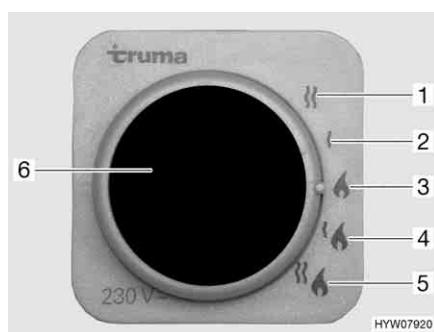

Fig. 78 Selettore di energia per riscaldamento/boiler
Il boiler è integrato nel riscaldamento e funziona a gas (funzionamento a gas) o a gas o a corrente (funzionamento a gas e funzionamento elettrico a 230 V). Il boiler si accende dalla centralina di controllo (Fig. 75) con l'interruttore girevole (Fig. 75,2). Sul selettore di energia (Fig. 78) viene preselezionato il tipo di energia (funzionamento a gas e elettrico a 230 V).
- Funzionamento a gas (Fig. 78,3)
- Funzionamento elettrico a 230 V con gradi di potenza da 900 W (Fig. 78,2) oppure 1800 W (Fig. 78,1)
- Funzionamento a gas e funzionamento elettrico a 230 V (funzionamento misto) con gradi di potenza da 900 W (Fig. 78,4) oppure 1800 W (Fig. 78,5)
Se viene selezionato il funzionamento elettrico a 230 V, la spia gialla di controllo si accende (Fig. 78,6).